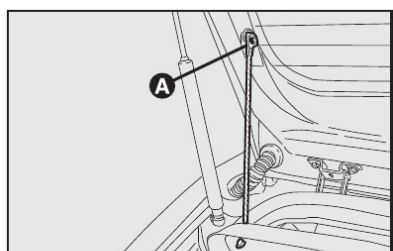

fig. 111
1) Soltar as extremidades superiores **A-fig. 111** dos dois tirantes, desprendendo as argolas dos pinos.